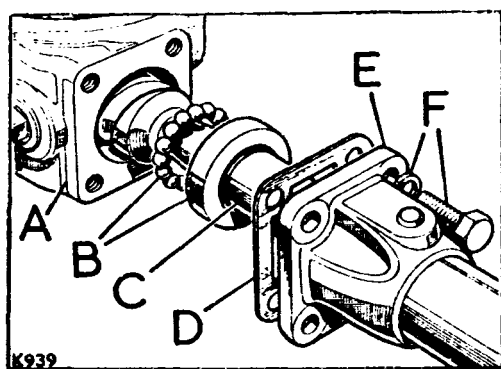

Fig. G1-47.- Caja de engranajes y columna de dirección
1.3.- Sujetando la columna de la dirección en un tornillo de banco se soltarán los tornillos, (Fig. G1-47), de fijación de la caja de engranajes, y seguidamente, utilizando un mazo, se golpeará sobre la barra de la dirección, C, por el extremo correspondiente al volante, para separar parcialmente la caja.